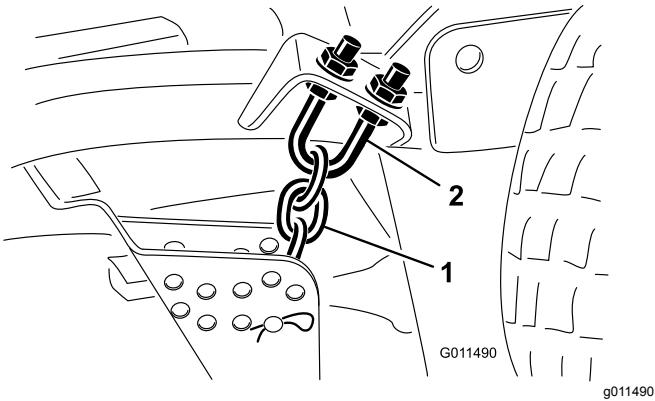

Bild 104
1. Lockern Sie die Klemmmuttern an der Ober- oder Unterseite des U-Bügels an der Schnitthöhenkette (Bild 104).